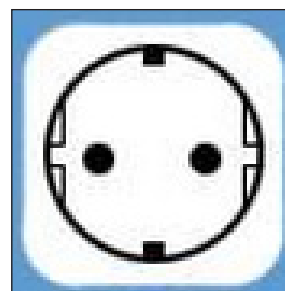

fig. 18 - prise Schuko
- une prise murale Schuko avec mise à la terre et une protection séparée (fig. 18);